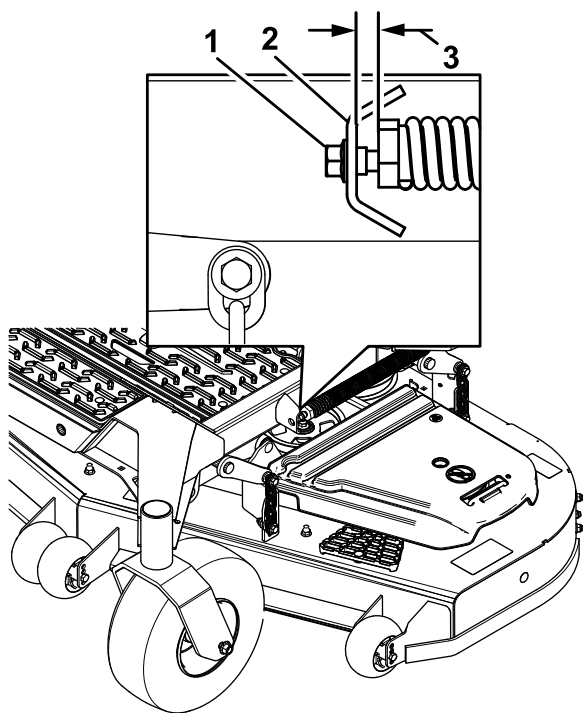

Рисунок 83
10. Медленно ослабьте регулировочный винт на пружине облегчения подъема так, чтобы появилась возможность снять этот винт (Рисунок 83).